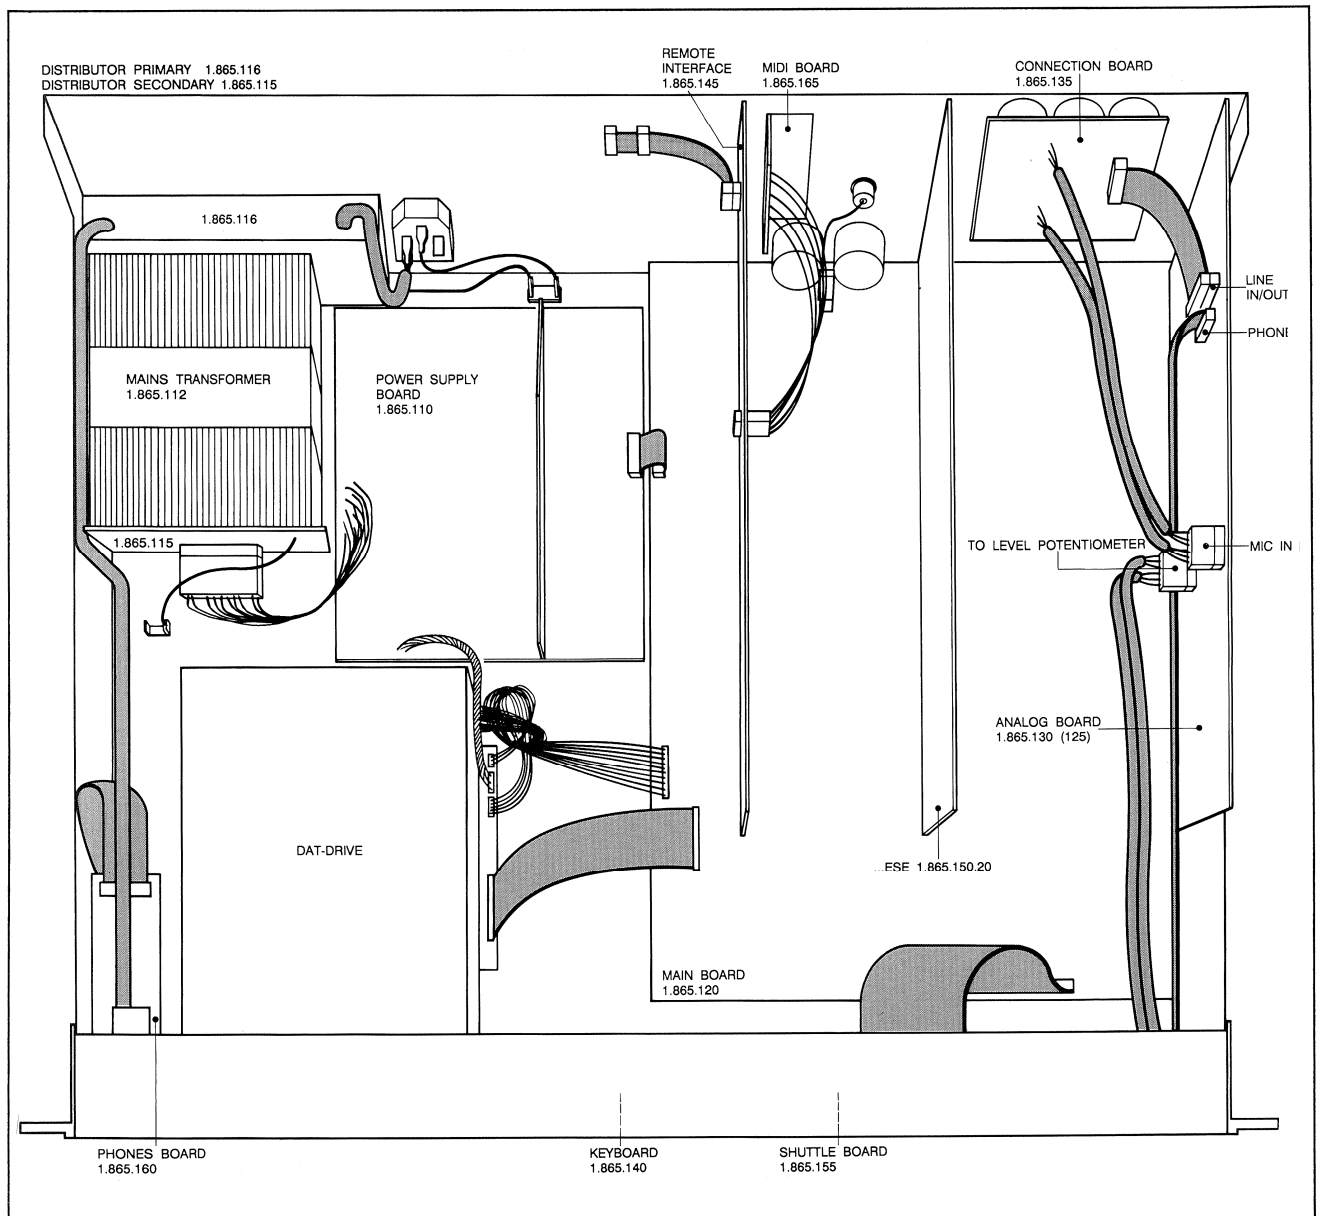

Fig. 4.2 Ansicht der Baugruppen und Steckverbindungen innerhalb des D780 bei demontiertem Platinen-Haltebügel.
- Kabelverbindungen des Laufwerks lösen (Fig. 4.2): Das Flachkabel am Laufwerk abziehen (blankes Kabel aus verlötetem Stecksockel ziehen). Die Stecker mit mehreren Einzeldrähten sind verriegelt. Die beiden Nocken in der seitlichen Steckerwand mit spitzem Werkzeug eindrücken und Stecker hochziehen.
- Kabelverbindungen zum Laufwerk wiederherstellen (vgl. Fig. 4.2).
Beachten Sie bei Arbeiten an den elektronischen Baugruppen die "ESD"-Vorschriften (vgl. 4.1.2). Elektrische Verbindungen dürfen nur ohne Spannung aus- oder eingesteckt werden. Eine Übersicht der Baugruppen und Kabelverbindungen zeigt Fig. 4.2.